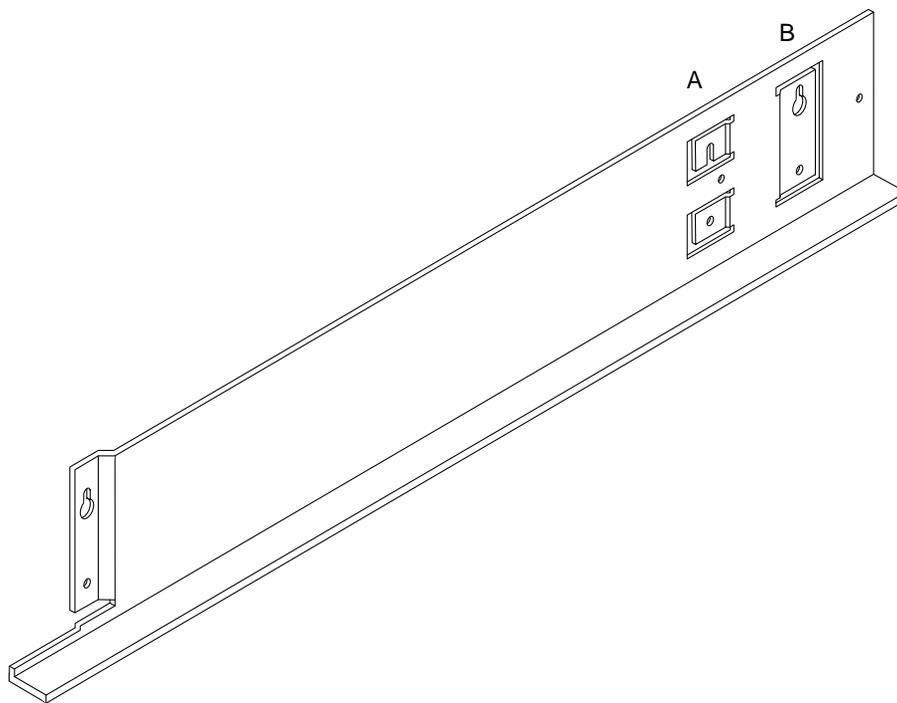

FIGURE 2-9 Orifices arrière du rail de montage pour armoires Sun Enterprise (A) et Sun StorEdge (B)
- Si vous installez les rails de montage dans une armoire d'un système Sun Enterprise, le trou de serrure situé dans la bride à emboîtement se fixe à l'arrière de l'armoire (FIGURE 2-9, A).
- Si vous installez les rails de montage dans une armoire d'extension Sun StorEdge, le trou de serrure situé *derrière* la bride à emboîtement se fixe à l'arrière de l'armoire (FIGURE 2-9, B).